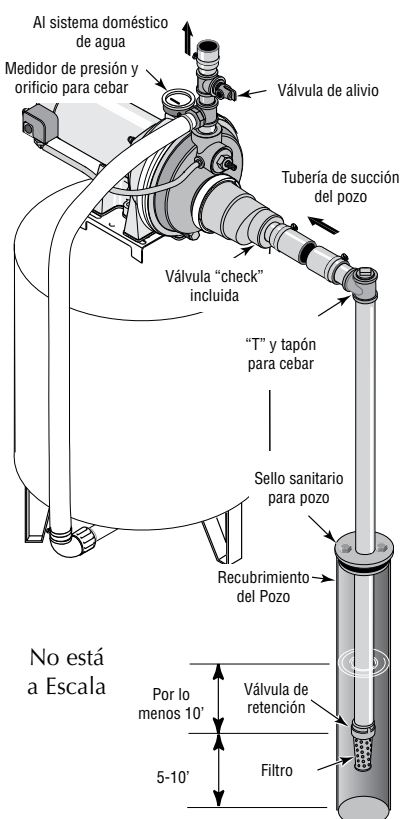

Figura 6: Instalación de Pozo Recubierto
Instalación de pozo recubierto con un recubrimiento de 2" o mas (Figura 6)
4. Instale la válvula de retención, el filtro y la tubería del pozo (vea la Figura 6). Asegúrese que la válvula de retención funcione libremente.
6. Instale una "T" para cebar, tapón para cebar y la tubería de succión a la bomba (vea la Figura 6). Conecte la tubería del pozo al orificio de succión de la bomba; utilice el menor número de conexiones posible - especialmente codos - ya que las conexiones incrementan la fricción en la tubería. La tubería de succión debe ser por lo menos del mismo tamaño que el orificio de succión en la bomba. Soporte la